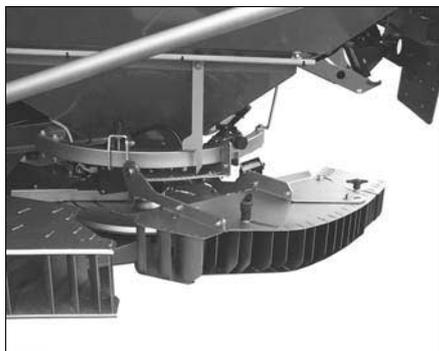

Fig. 27
- Pour utiliser le déflecteur de bordure, pivotez le hydrauliquement vers le bas en position de travail (Fig. 27).